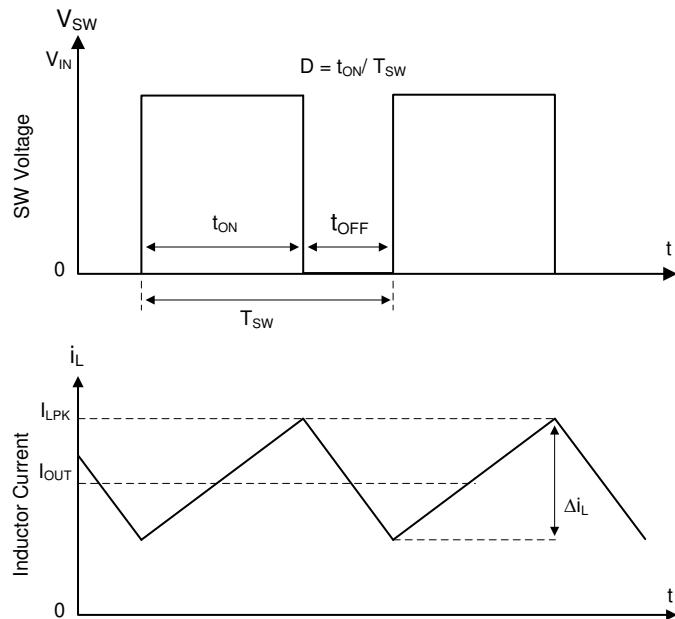

図 6-1. 連続導通モード (CCM) における SW ノードとインダクタ電流の波形
TPSM843321 の以下の動作の説明は、機能ブロック図と 図 6-1 の波形を参照しています。TPSM843321 は、ハイサイド (HS) およびローサイド (LS) MOSFET (同期整流器) を内蔵した同期降圧コンバータです。TPSM843321 は、制御されたデューティサイクルで HS および LS の NMOS スイッチをオンにすることにより、出力電圧の安定化を実現します。ハイサイドスイッチのオン時間中には、SW ピンの電圧がほぼ  $V_{IN}$  まで上昇し、インダクタ電流  $i_L$  が  $(V_{IN} - V_{OUT})/L$  の傾きで直線的に増加します。制御ロジックによって HS スイッチがオフになると、貫通電流を防止するデッドタイムの経過後に、LS スイッチがオンになります。インダクタ電流は、ローサイドスイッチを通して  $-V_{OUT}/L$  の割合で放電されます。降圧コンバータの制御パラメータは、デューティサイクル  $D = t_{ON}/T_{SW}$  と定義されます。ここで、 $t_{ON}$  はハイサイドスイッチのオン時間、 $t_{SW}$  はスイッチング周期です。コンバータ制御ループは、デューティサイクル  $D$  を調整することにより、出力電圧を一定に維持します。損失を無視できるような理想的な降圧コンバータでは、次の式のように、 $D$  は出力電圧に比例し、入力電圧に反比例します。 $D = V_{OUT}/V_{IN}$  です。